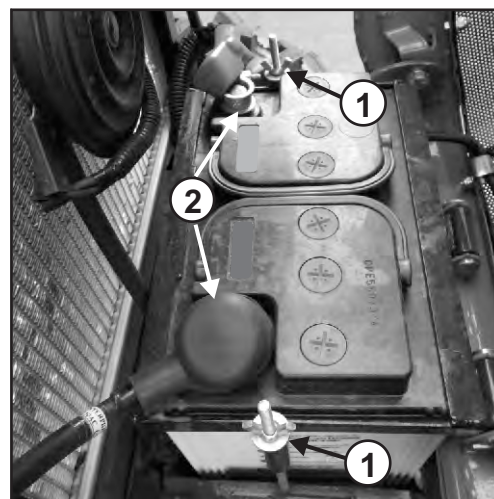

Abb. 5.17a
2. Flügelmutter (1, Abb. 5.17a) durch Drehen gegen den Uhrzeigersinn entfernen.